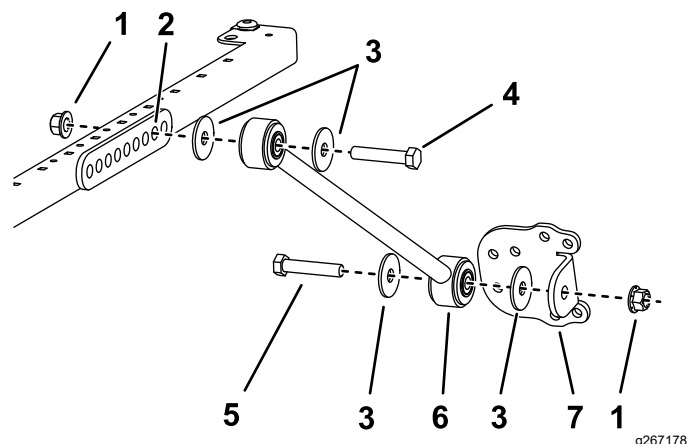

図 34
- モデル 30446、30446N、30447 および 30447N の場合は、サンシェードのフレームの左右それぞれの側で、ブレースブラケットの**ふたつ目の**穴にブレースを仮止めするボルト $\frac{1}{2}$  x  $2\frac{1}{2}$ "、ワッシャ $\frac{1}{2}$ "、フランジナット $\frac{1}{2}$ "を使用して図 34 のように取り付ける。